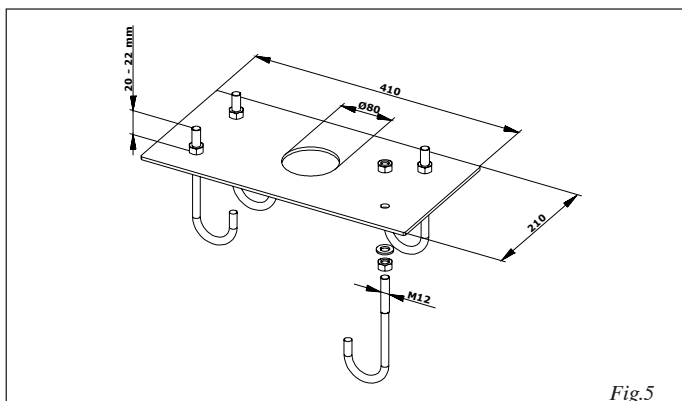

Fig.5
- assembler la plaque de fondation d'après la fig.5.